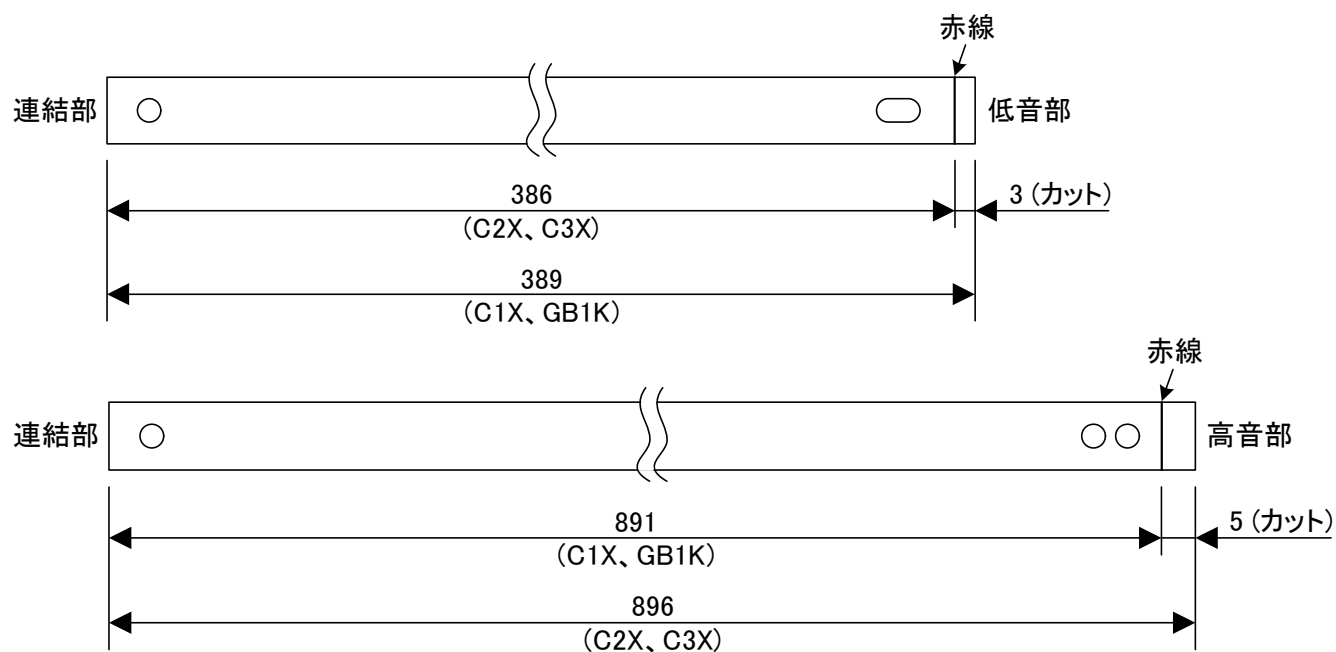
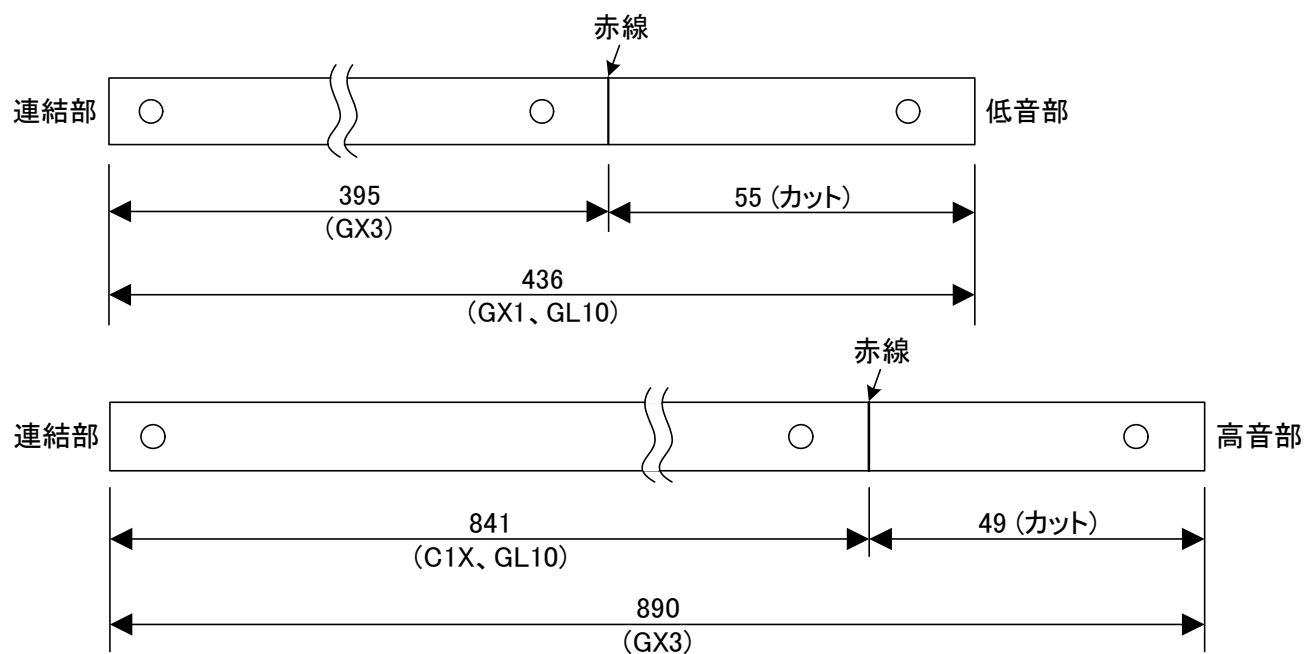

図4.3-3 Yタイプのカット寸法
図4.3-4 Kタイプのカット寸法
(4) 取り付けるピアノに合わせて、長さとお穴の位置を確認して消音バーの加工を行う。
- ・YタイプとKタイプは対象モデルに合わせて図4.3-3や図4.3-4を目安に赤線上でカットする。